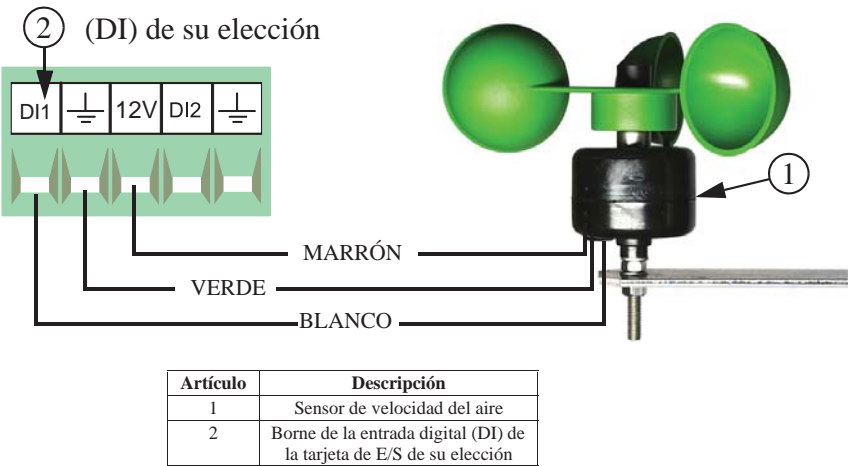

Figura 31. Cableado del sensor de velocidad de aire
El sensor de velocidad de aire requiere un cable de tres conductores para conectar el sensor a una de las entradas digitales (DI) de la tarjeta de E/S. Se recomienda que la entrada digital elegida esté adyacente a una de las salidas de 12 V en la tarjeta de E/S (**Figura 31**). El cable marrón del sensor debe conectarse a la salida +12 V, el cable verde del sensor debe conectarse al borne a tierra de la entrada digital en uso y el cable blanco debe conectarse al borne DI(x) de la entrada digital en uso.